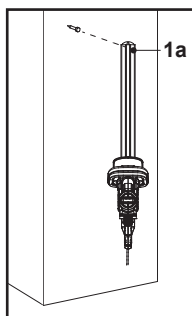

Fig. 11
3. Coloque a cobertura da lâmina (12) no dispositivo de corte (lâmina) (1).
5. A máquina pode ser pendurada na parede através do orifício de suspensão no protetor da ponta da lâmina (1a) (Fig. 11).